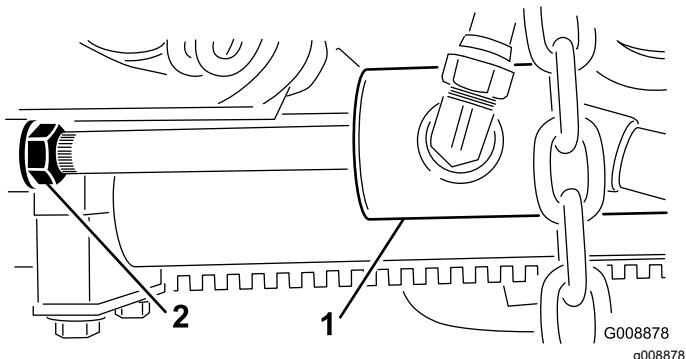

Figura 29
- Afloje la tuerca autoblocante en la varilla del cilindro de elevación (Figura 29).